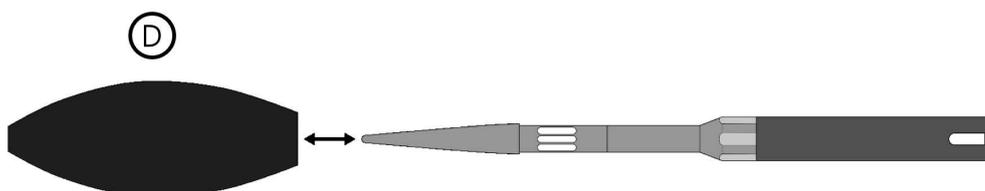

Abbildung 3.5: Windschutz des Wetterschutzes abnehmen
Bereiten Sie nun als nächstes den Wetterschutz für die Montage vor. Nehmen Sie hierfür zuerst den **Windschutz (D)** ab (Abbildung 3.5).